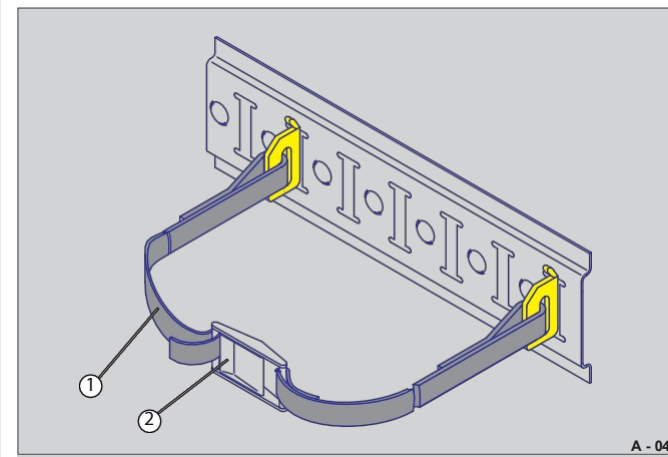

Fig. 45 Strammebånd påført i stroppeform
- Stram strammebåndet (fig. 45/1) med strammeskralle (fig. 45/2) - oppretthold maksimal strammekraft og stroppeavstand.